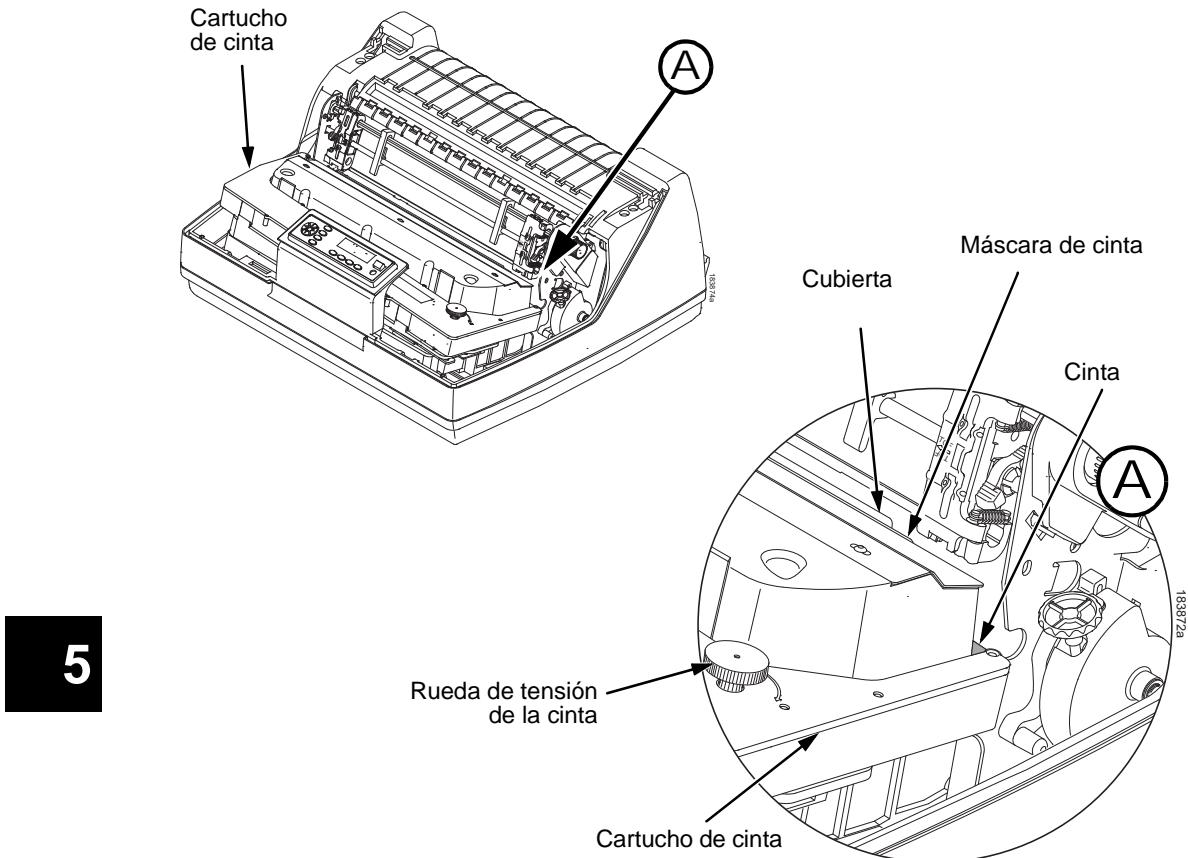

Figura 67. Cartucho de cinta encajado en su lugar
6. Desplace el cartucho hacia abajo asegurándose de que la cinta encaje entre la cubierta y la máscara (consulte la Figura 67). Observará que encaja en su lugar.